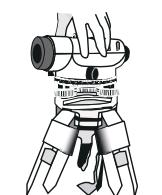

Fig.3
- (3) Coloque el instrumento en la cabeza del trípode B y apriételo. (Fig. 3)